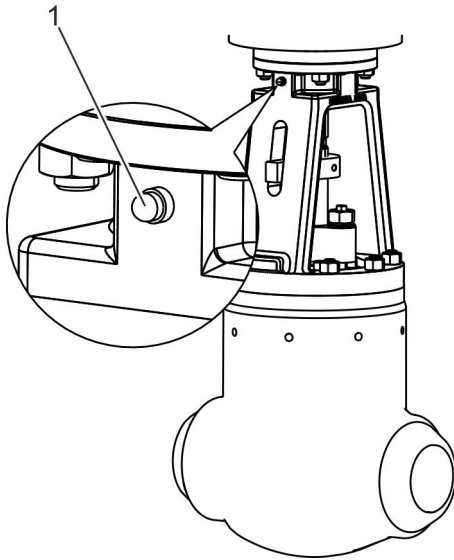

Abb. 18: Schmiernippel
- Spindelgewinde und Lagerung über Schmiernippel (Abb. 18) abschmieren.